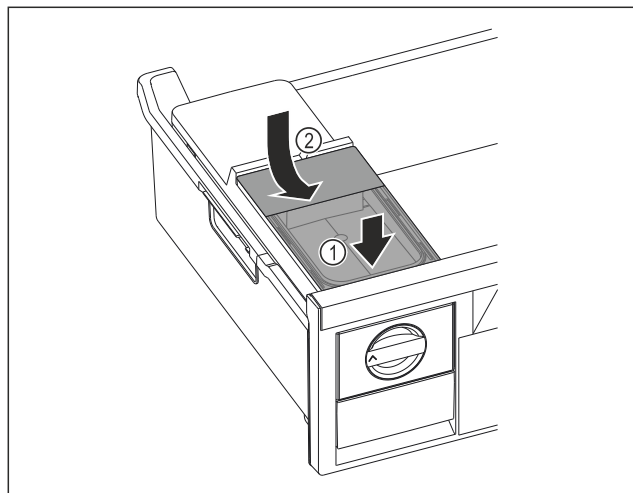

Fig. 68
- ▶ Установите бак для воды спереди. Fig. 68 (1)
- ▶ Опустить бак для воды сзади. Fig. 68 (2)